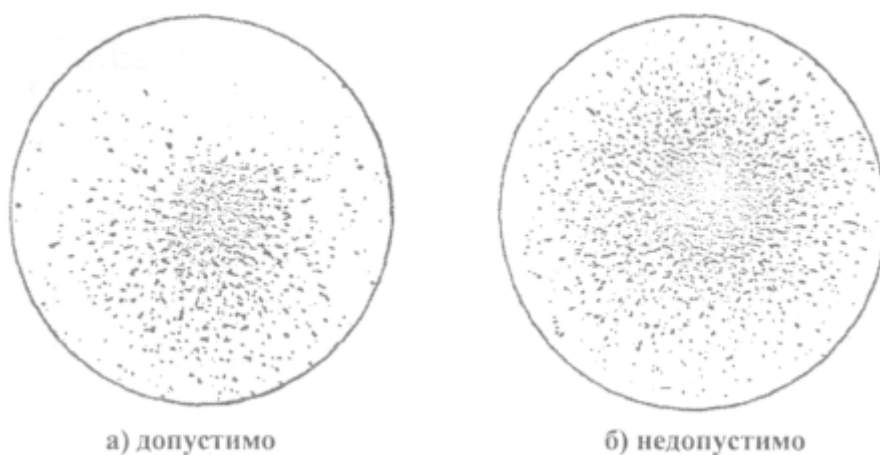

Рис. 9.33. Эталон масляного пятна
- компрессор считается годным, если масляное пятно, снятое в течение (5±0,5) мин на экран из писчей или офсетной бумаги, соответствует эталону масляного пятна согласно рис. 9.33.